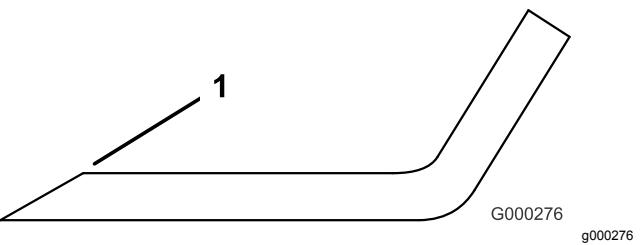

Figura 118
3. Inspeccione los filos de corte de todas las cuchillas y afílelos si están romos o tienen mellas (Figura 118).
**Nota:** Afile únicamente la parte superior del filo y mantenga el ángulo de corte original para asegurar un filo correcto (Figura 118). La cuchilla permanece equilibrada si se retira la misma cantidad de metal de ambos filos de corte.